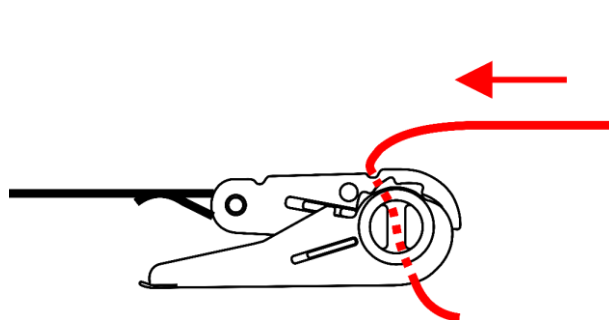

Fig. 07
- 03) Thread the **ratchets (03)** (Fig. 07).